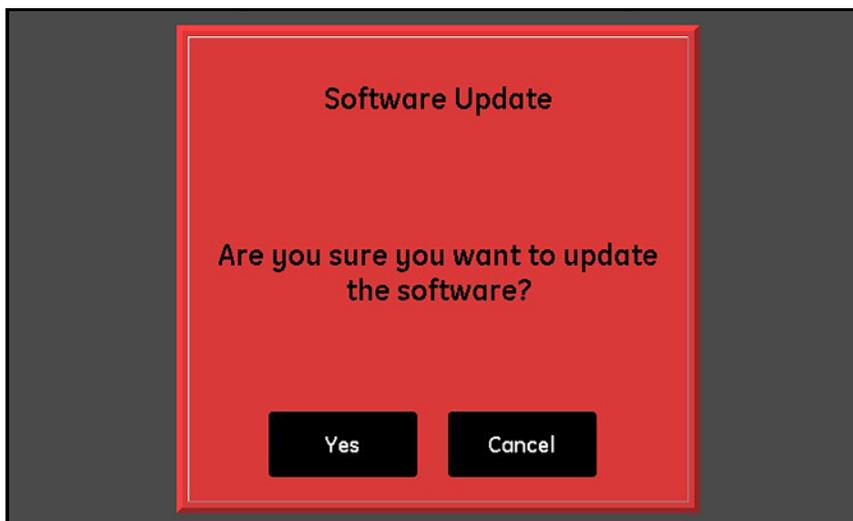

Figura 42: Schermata di conferma dell'aggiornamento del software
2. Toccare **Sì** su una schermata simile a quella nella *Figura 42* per confermare la scelta, o toccare **Annulla** per annullare l'aggiornamento.